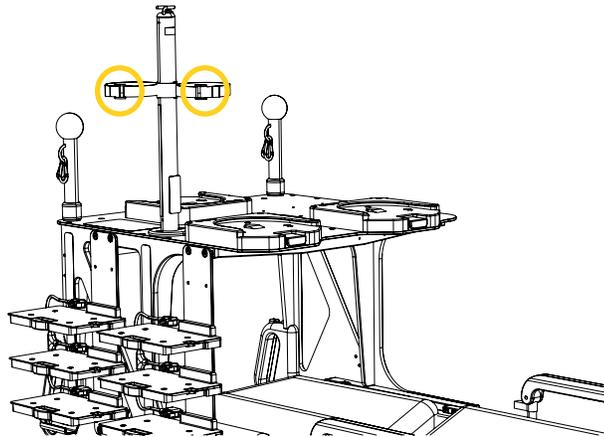

Figure 62: Tige à soluté Techni-IV installée
8. Ajuster la taille du harnais à l'aide des boucles (Figure 62), au besoin.